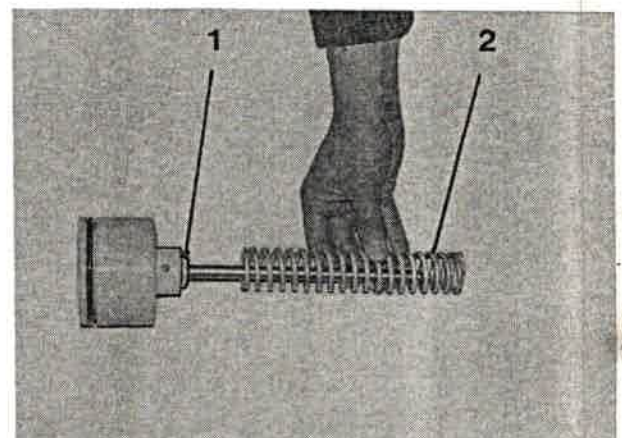

Bild 245
3. Druckfeder (Bild 245/2) von der Kolbenstange abziehen.
Druckfeder auf das Federlager (Bild 245/1) des Kolbens aufsetzen.